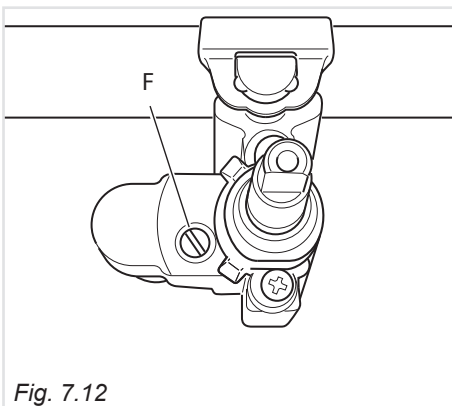

Fig. 7.12
- Togliere la manopola ed agire sulla vite "F" (fig. 7.12) fino ad ottenere la fiamma desiderata.